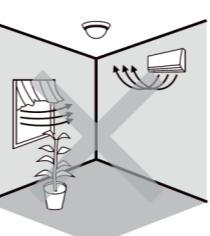

Afbeelding 3
3.1.2 Belangrijke opmerking bij de looptest: De sensor is gevoeliger voor bewegingen dwars op de sensor en minder gevoeliger voor bewegingen direct in de richting van de sensor (zie afbeelding 3).